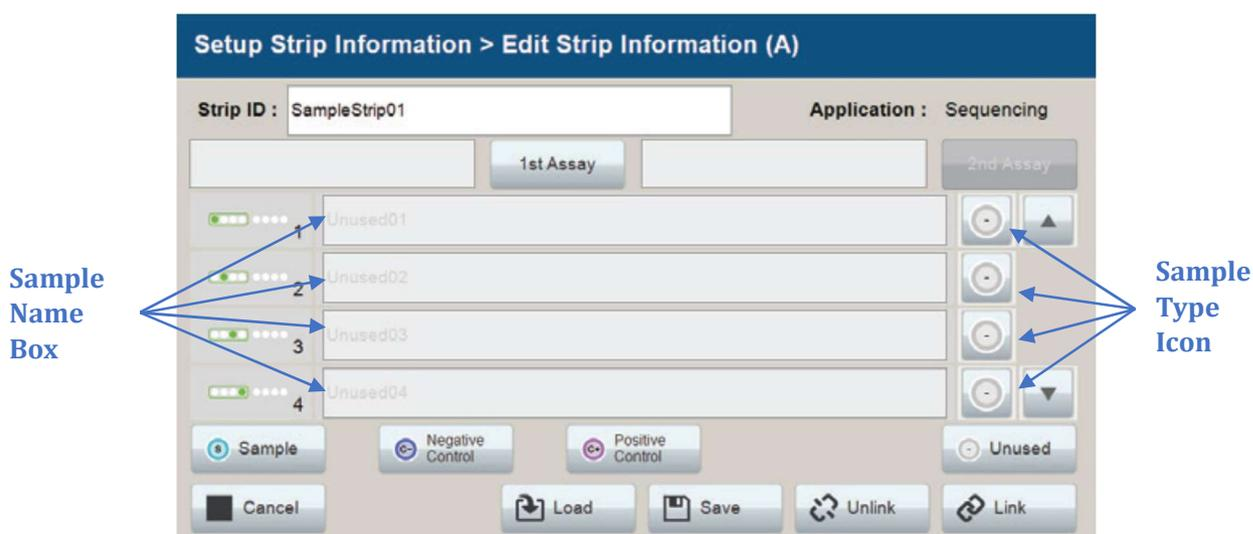
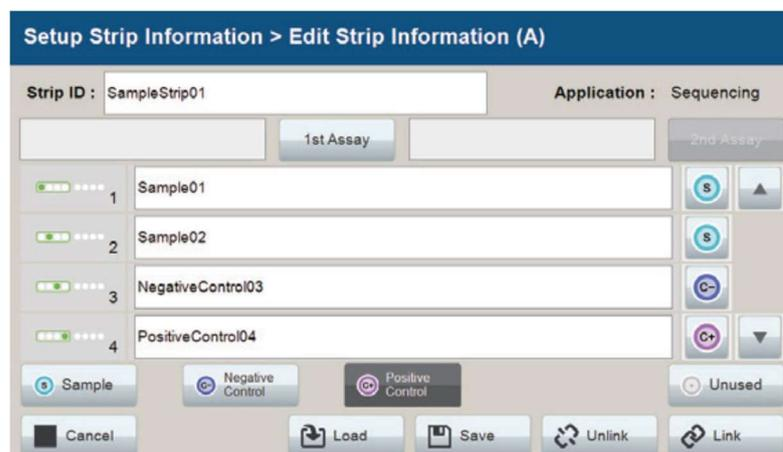
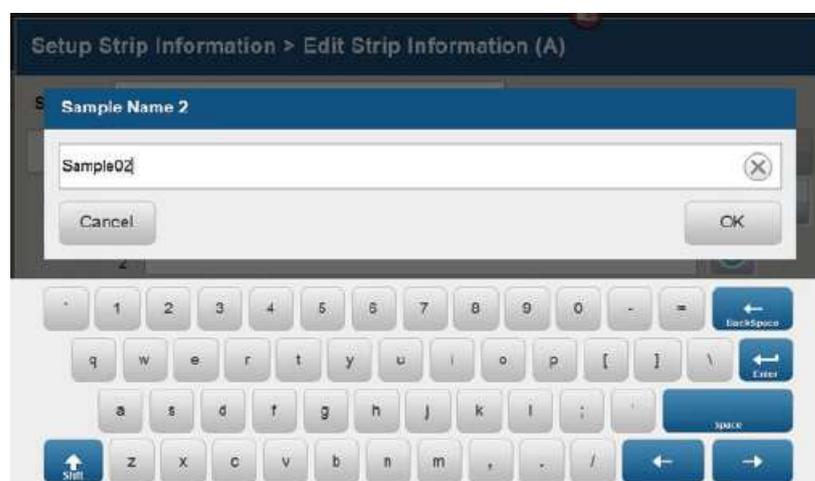
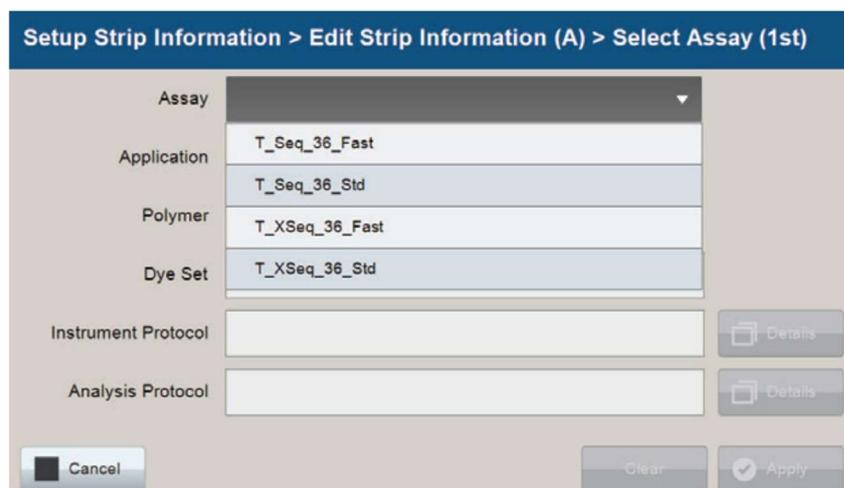

図 84 Edit Strip Information 画面のサンプルタイプ、サンプル名の設定
図 85 Edit Strip Information 画面でのサンプル名入力
図 86 Set Sample Name ウィンドウ
図 87 Select Assay 画面
2. Edit Strip Information 画面（図 84）のサンプルタイプを選択します。
3. ウェルにサンプルタイプを割り当てるには、Edit Strip Information 画面の下部にある適切なサンプルタイプを選択し（図 84）、目的のウェルの **Sample Name** ボックスの右側にある **Sample Type** アイコンを選択します。このアイコンは、そのウェルで選択されたサンプルタイプを表示します。（図 85）
4. Edit Strip Information 画面（図 85）のウェル番号の横にある **Sample Name** ボックスを選択して、各ウェルの位置にサンプル名を入力します。Set Sample Name ウィンドウが表示され、タッチスクリーン上のキーパッドがアクティブになります。（図 86）また、Spectrum Compact System にキーボードが接続されている場合は、キーボードを使用してサンプル名を入力することもできます。適切なサンプル名を入力し、**OK** を選択して画面を終了し、Edit Strip Information 画面に戻ります。次の表は、サンプル名に使用できる文字の規則です。
5. Spectrum Compact Control Software には、市販の試薬を使用するための Run Assay があらかじめ登録されています。新規アッセイの作成や、既存の assay の変更についてはセクション 7 を参照してください。インジェクションセットにランアッセイを割り当てるには、**1st Assay** フィールドの右側にある **1st Assay** を選択します。(図 85) これにより、Select Assay 画面が表示されます。(図 87) スクロールボタンを使用してドロップダウン・リストから適切なアッセイを選択します。